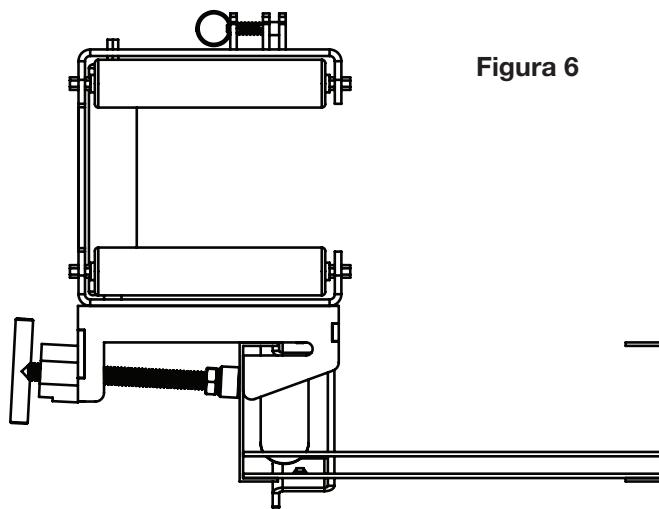

Figura 6
- Coloque el enrollador de manera que la unidad se abra en la parte inferior hacia el interior de la bandeja según se muestra en la Figura 6.
- Tire del pasador de liberación con resorte para pivotar el enrollador e insertar o quitar cables, como se muestra en la Figura 6. Asegúrese de volver a bloquear de forma segura el enrollador pivotante cuando está cerrado.